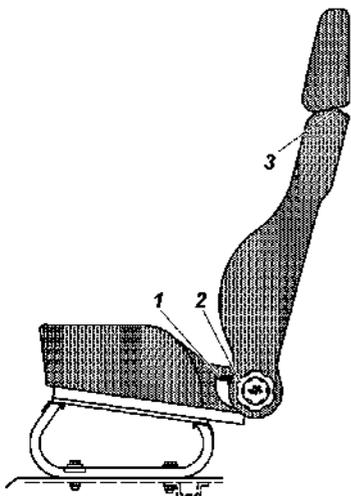

Рис. 3.10. Переднее сиденье:
- вниз также усилием руки, но при нажатой кнопке 3 (рис. 3.10) фиксатора подголовника.
Регулировка **передних сидений** в продольном направлении осуществляется с помощью рычага 1 (рис. 3.10):